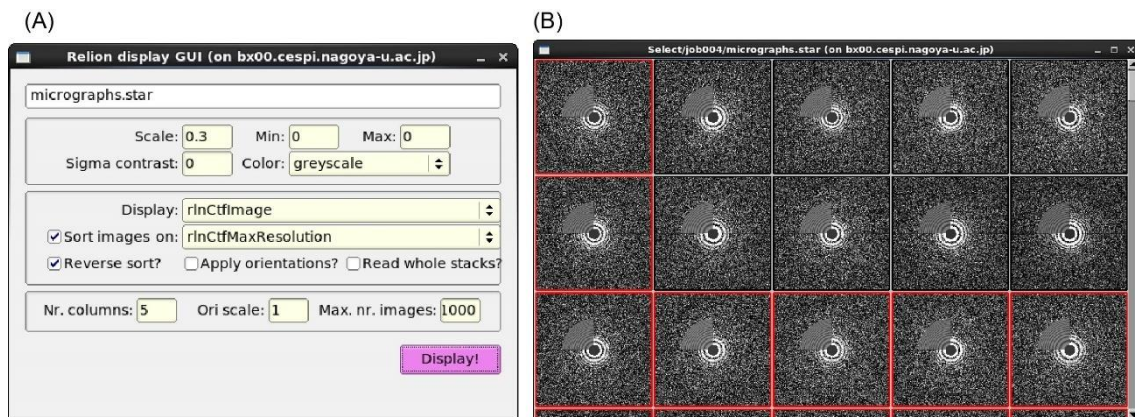

図 1.6 : 画像選択 (2)
入力後、**Display** を押すと、図 1.6 (B) のように各画像の FFT と CTFFIND で決定した各画像に対応する C T F 理論関数の結果（第 2 象限）が表示されます。左クリックで選択、右クリックで “Clear selection”, “Invert selection” など各種メニューが表示されます。分解能に関しては、このメニュー中の “Show metadata” を選べばマウスで現在クリックしている画像情報のみ表示されます。